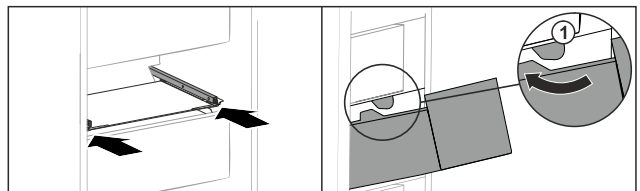

Fig. 156
- ▶ Schubfach um die Stopper Fig. 156 (1) herumführen.